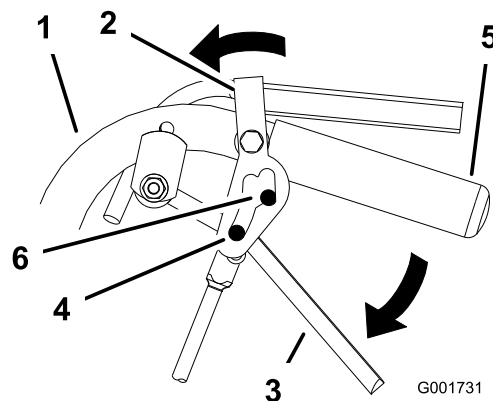

Figura 11
- Ponga los dedos pulgar en la parte superior de los cierres y muévalos hacia adelante hasta que los pasadores estén en la posición de "hacia adelante" (Figura 11).